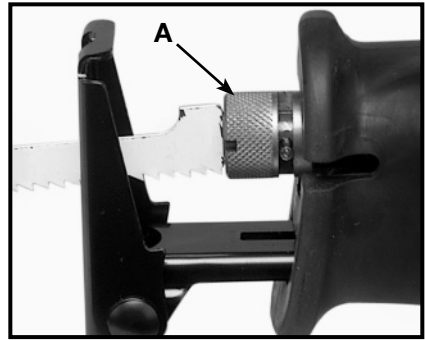

Fig. 4
4. Insérez la lame dans le serre-lame jusqu'à ce qu'elle soit calée. Laissez le collier de dégagement tourner en sens horaire afin de bloquer la lame en place, (A) Fig. 4.